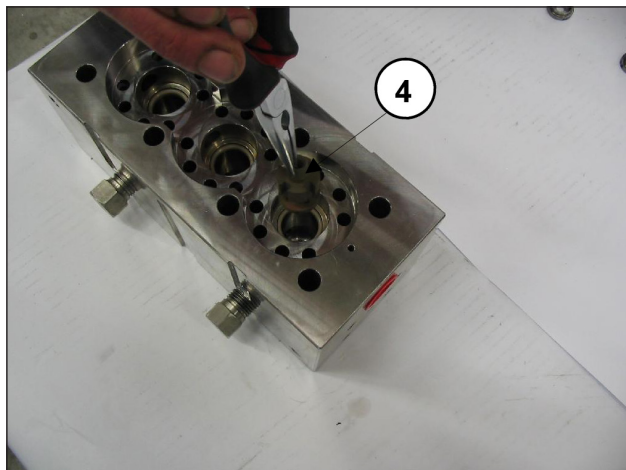
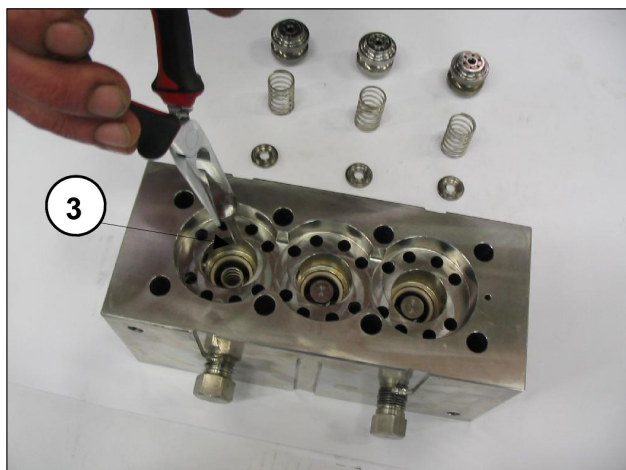

Fig. 44
Fig. 45
- Extraia as placas de fluxo ③ e as respectivas guias ④ com as molas relativas, conforme indicado na Fig. 44 e Fig. 45, verifique o seu estado de desgaste, realize eventuais substituições, se necessário, e em todo caso, nos intervalos indicados na tabela "MANUTENÇÃO PREVENTIVA", do capítulo 11 do *Manual de uso e manutenção*.